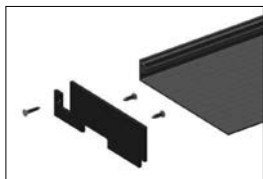

Abb. 83
- » Abschlusslamellenendkappen an der Abschlusslamelle mit Senkblechschraube befestigen (Abbildung 83)